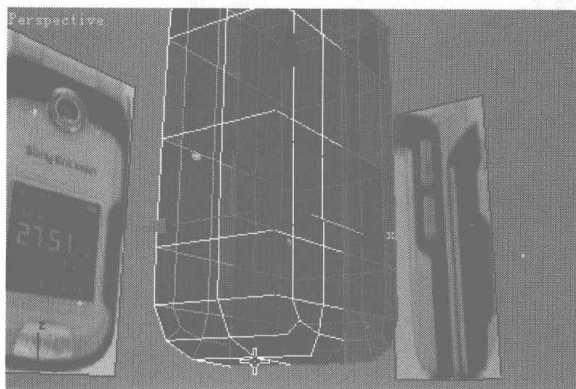
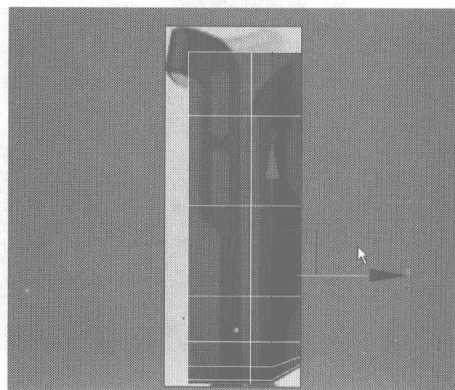

图 4.19
图 4.20
- 13** 切换为边线编辑，选择如图 4.19 所示的边线，在 Left 视图中沿 X 轴向左移动，如图 4.20 所示，调整侧面的厚度。